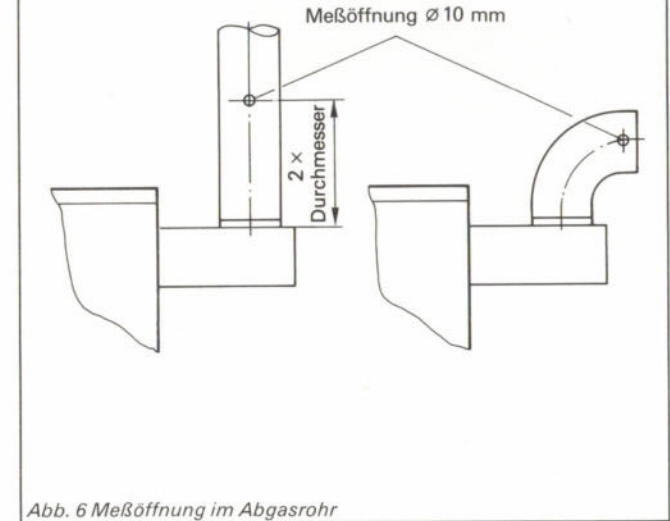

Abb. 6 Meßöffnung im Abgasrohr
- 14.5 siehe Abb. 6.
14.6 siehe Abb. 6.
14.7 siehe Abb. 6.